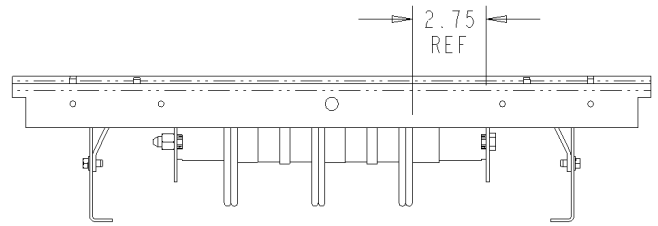

Figure 3. Situer le côté convenable de l'intérieur pour monter la barrette.
3. Situer le côté convenable de l'intérieur pour monter la barrette. Situer le côté de la barre omnibus de l'intérieur du panneau où la distance de la face verticale à la face intérieure du rail de support de la barre omnibus est 2.75 pouces, comme montré à la Figure 3. Les barrettes du disjoncteur seront montées sur ce côté de la barre omnibus verticale. Les vues de l'assemblage montrent la distance de 2.75-pouces à partir de la droite. Lorsque la distance de 2.75 pouces est à partir de la gauche, la vue correcte est à l'envers.